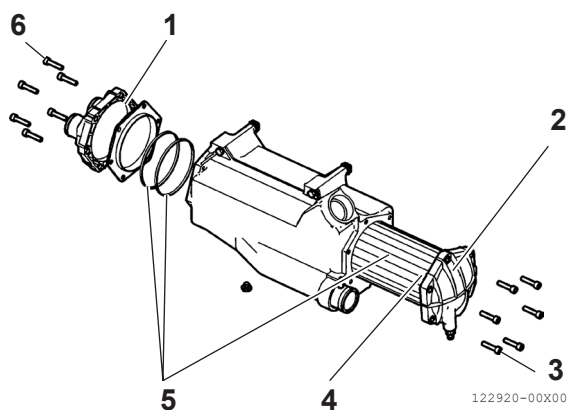

Bild 14
4. Avlägsna höljen (bild 14, (1)) och (bild 14, (2)) vid en bänk eller annat lämpligt ställe.
5. Dra ut rörknippet (bild 14, (4)).
10. Sätt tillbaka alla packningar (bild 14, (5)) under monteringen.
11. Dra åt skruvarna (bild 14, (3)) och (bild 14, (6)) till angivet moment.